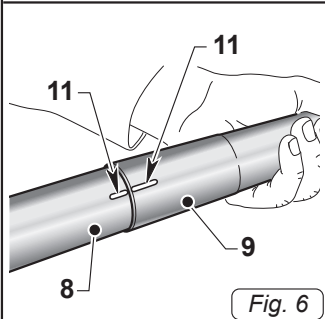

Fig. 6
- Прикрепите два жестких расширения (8 и 9 Рис. 6), соответствующие двум ссылки (11 Рис. 6)